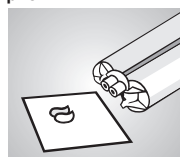
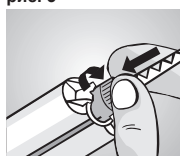

рис. 3
рис. 4
Инъекция материала из картриджа производится при помощи диспенсера системы Automix2 (рис. 2). После установки картриджа в диспенсер следует отвинтить заглушку картриджа. Выдавливать из картриджа небольшое количество материала до тех пор, пока он не будет выпускаться из обоих выводных отверстий картриджа равномерно (рис. 3). При установке насадки для смешивания на картридж следует обратить внимание на правильное положение направляющих насадки в пазах картриджа. Закрепить насадку на картридже вращением в обратном направлении (рис. 4). Теперь можно производить индивидуальное дозирование материала в зависимости от необходимости. После применения следует оставить насадку на картридже до следующего использования. Для смешивания материала **tempofit® premium** применяйте только насадки для смешивания голубого цвета для диспенсера 10:1!
- Каждый раз перед установкой насадки для смешивания выдавливать небольшое количество материала до тех пор, пока из обоих отверстий картриджа не будут равномерно выдавливаться базисная и катализаторная пасты (рис. 3).